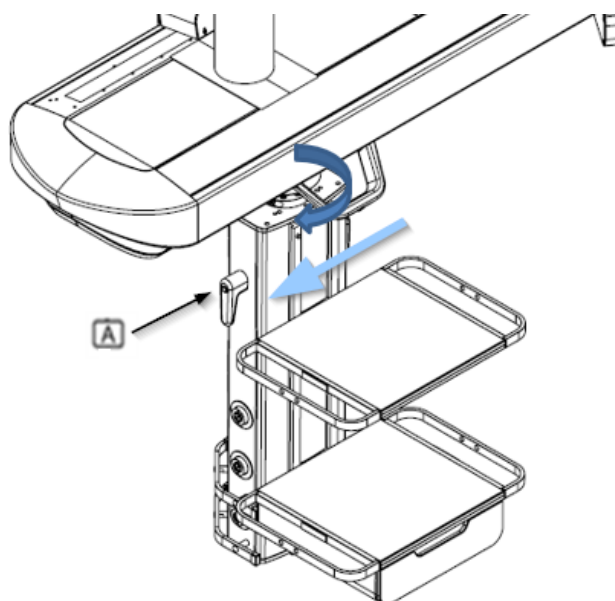

Fig. 18 Ontgrendeling van de draai- en verplaatsingsremmen van kolommen zonder arm voor ABITUS
- Plaats de 4 cilindrische M8-schroeven ① in de 4 uitsparingen aan de bovenkant van de servicekop, zoals weergegeven in afbeelding 18.
- Plaats voor elke cilindrische inbusschroef M8 ① 1 borgring S10 ② (zoals weergegeven in afbeelding 18) zodat de platte ring tussen de bovenste sluiting van de servicekop (aan de binnenkant) en de bijbehorende zeskantmoer ③ komt te zitten.